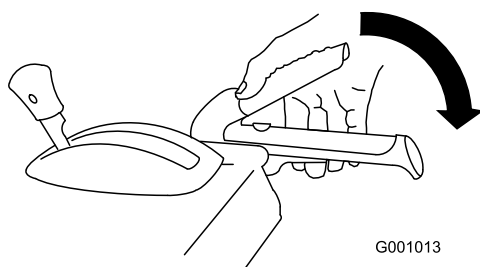

Figura 36
1. Per innestare la trasmissione della coclea/ventola premete la leva destra (coclea/ventola) contro l'impugnatura (Figura 36).